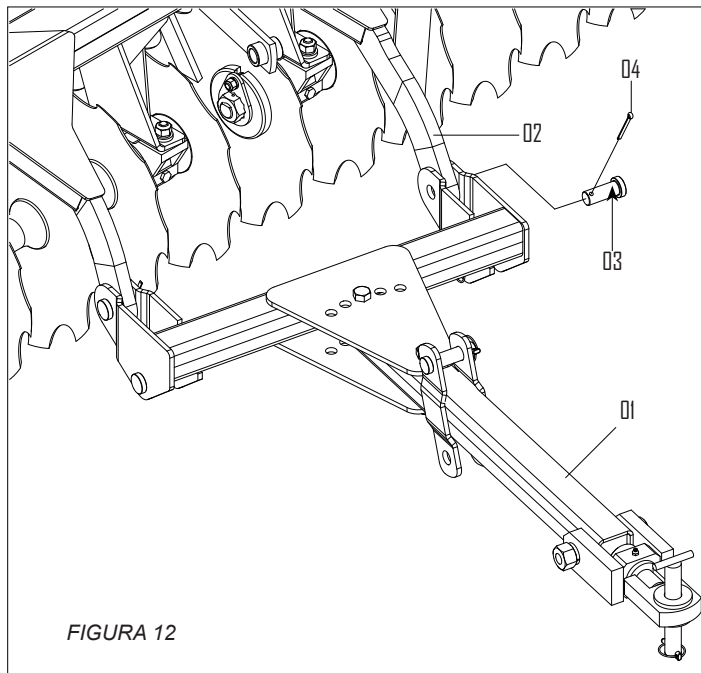

FIGURA 12
Acoplar o cabeçalho (1) *figura 12*, na armação dianteira (2), através dos pino (3) cupilhas (4). conforme mostra *figura 08*.